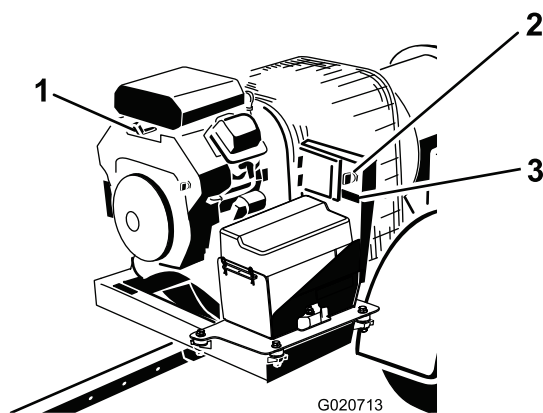

Figura 14
3. Girate la chiave di accensione sulla posizione "START" e rilasciatela rapidamente nella posizione "ON" (Figura 14). In tal modo si attiva il ricevitore.
- Se lasciate la macchina, girate la chiave in posizione OFF e toglietela dal motore (Figura 14).